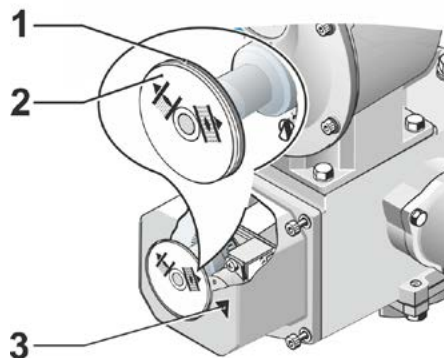

Abb. 2: Stellungsanzeiger einstellen
3. Weiße Scheibe mit dem ZU-Symbol (Abb. 2, Pos. 1) so weit drehen, bis das Symbol und die Pfeilmarke (3) in der Sichtscheibe der Meldegetriebehaube übereinander liegen.
5. Weiße Scheibe (1) festhalten und durchsichtige Scheibe (2) so weit drehen, bis das AUF-Symbol für AUF und die Pfeilmarke (3) übereinander liegen.